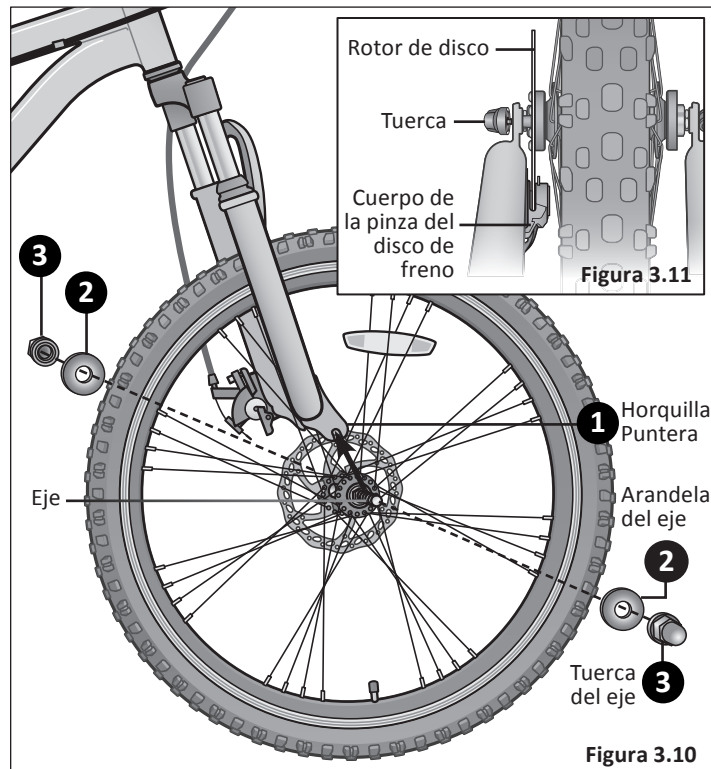

Figura 3.10
- 2 Coloque las arandelas del eje en éste y deslícelas contra la puntera de la horquilla. **Figura 3.10**